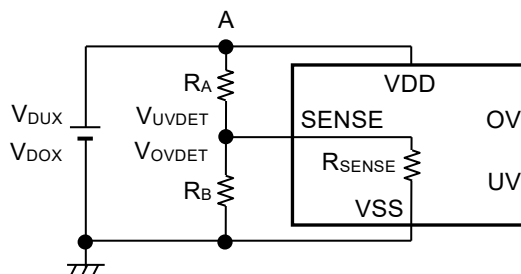

图23 检测电压外部设定电路
如图23所示，通过将电阻 (RA) 和电阻 (RB) 分压后的节点与SENSE端子连接，便可对欠压检测电压、过压检测电压进行外部设定。
本IC由于可将分压节点连接到没有击穿电流流经的SENSE端子，因此容易增大图23的RA、RB。但会产生流经内部电阻 (RSENSE) 的电流份额的误差，务请注意。
在图23中，外部设定的欠压检测电压 (VDUX)、过压检测电压 (VDOX) 与实际的检测电压 (VUVDET, VOVDET) 的理想关系式如下所示。